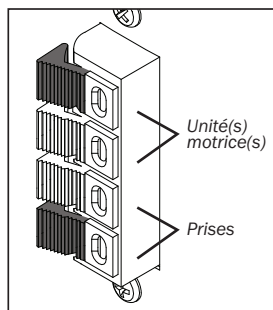

FIGURA 7
- Conexiones bajo voltaje: la Wave consta con 4 bornes bajo voltaje. Conectar los cables bajo voltaje de las tomas de aspiración a los dos bornes bajo voltaje de ABAJO y los cables bajo voltaje de la/las unidad(es) motriz(ces) a los dos bornes de arriba (figura 7).